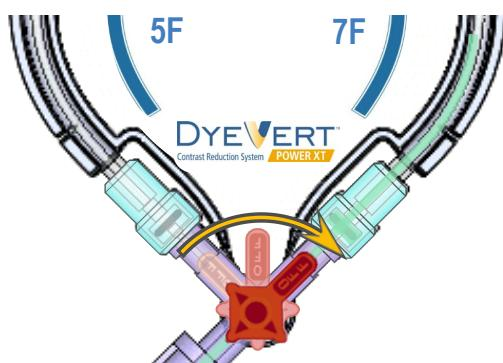

Figura 2 - Pregătirea căii de deviere din partea opusă
6) Rotiți robinetul de închidere pentru selecția supapei în cealaltă poziție a supapei. (A se vede Figura 2)